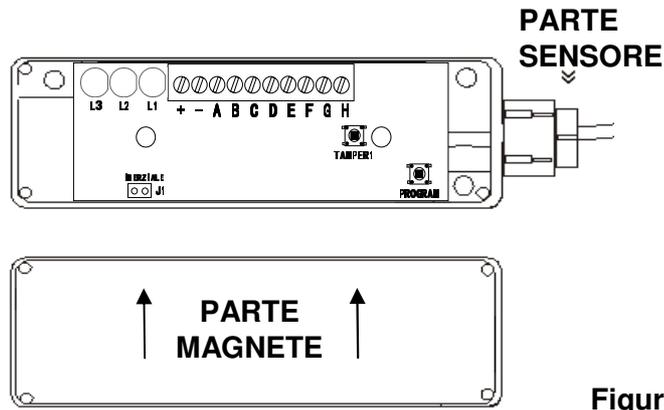

Figura 2.
Per la corretta installazione del CTGAUSS è necessario che la parte magnetica e la parte sensore siano allineate come in figura 2. Configurazioni differenti da quelle indicate non garantiscono il corretto funzionamento del contatto a Sicurezza Attiva. Fissare la parte sensore e magnete all'infisso da proteggere attenendosi alle distanze (A) indicate in Tabella 2. e rispettare l'orientamento del sensore rispetto al magnete come in Figura 2. Solo per le versioni CTGAUSS0xx a seconda del lato di ingresso del cavo può essere necessario ruotare la posizione del circuito stampato di 180°. In questo caso è necessario svitare le viti di fissaggio e ruotare il circuito in maniera tale che il lato di funzionamento sia rivolto verso il magnete. Prestare la massima attenzione nell'apertura e chiusura del coperchio per evitare rotture del Tactswitch antimanomissione (rimuovere tutte le viti prima di aprirlo). Nella versione CTGAUSS21x è necessario rispettare l'orientamento di installazione come in Figura 2. non sono possibili altri tipi di orientamento